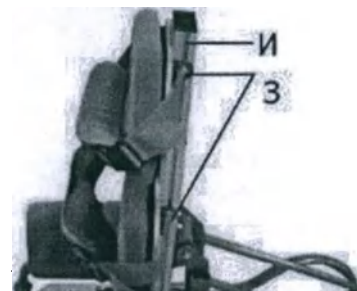

Рис. 69
6) Регулировка ремней (рис.69)